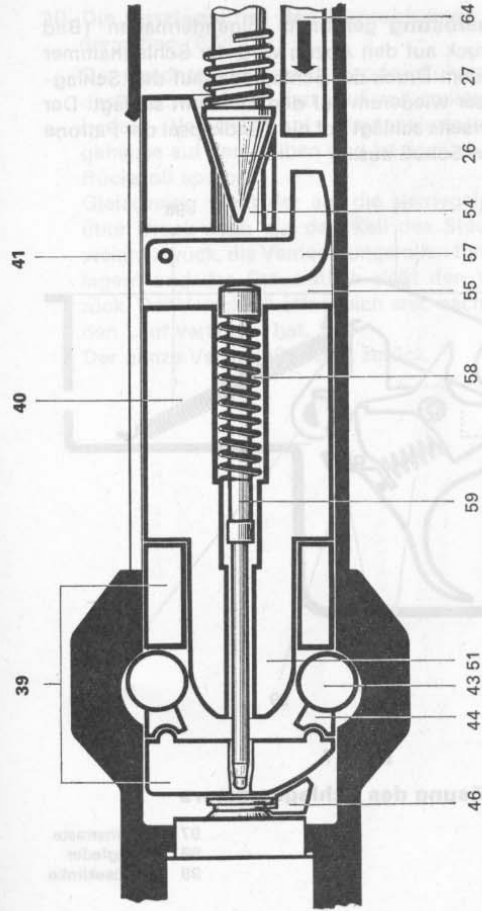

Bild 16
- 18 Bei **Schußbereitschaft** ist der **Verschuß geschlossen und verriegelt** (Bild 16). Die Schließfeder drückt mit ihrem Dorn das Verschußsteuerstück nach vorn: Verschußkopf und Keil des Steuerstückes werden deshalb ineinander geschoben, und der Keil drückt mit seinen Steuerflächen die beiden Verriegelungsrollen seitwärts in die Widerlager. In dieser Lage sind Schlaghammer und Schlaghebel gespannt.